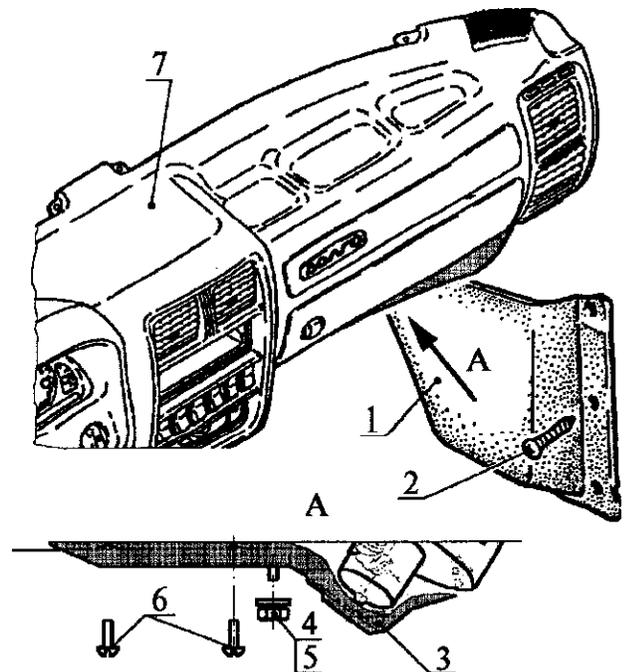

Рис. 17. Снятие панели передка боковой внутренней правой и кожуха вентилятора:
4.22. Снять панель 1 (рис. 17) передка боковую внутреннюю правую, вывинтив и сняв три винта 2 ее крепления